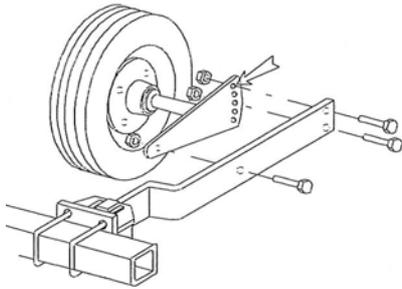
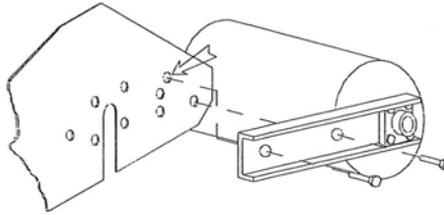

Figure 4a
Figure 4b
5. Les roues postérieures sont réglées dans la position de hauteur maximale de la machine. Contrôler que les trous de réglage des roues soient de même nombre dans la partie supérieure du support roues pour chaque roue (voir figure 4a et 4b page 8 "Réglage par rapport au terrain"). Il est fort important de vérifier la position exacte des roues afin d'éviter une usure précoce et non équilibrée des couteaux. Les couteaux ne doivent jamais toucher le terrain.
À fin d'assurer une plus longue vie aux couteaux et à la machine, il est nécessaire d'éviter que ceux-ci ne touchent le terrain durant le travail de coupe. Il est donc nécessaire de contrôler constamment la position de la machine par rapport au terrain au moyen des trous de réglage présents sur les supports des roues (figure 4a) ou sur les parois latérales pour le réglage du rouleau (figure 4b).
• Régler la hauteur de travail des couteaux par rapport au terrain à la valeur désirée au moyen de la plaque foree (figure 4a à 4b page 9). Afin d'éviter une usure